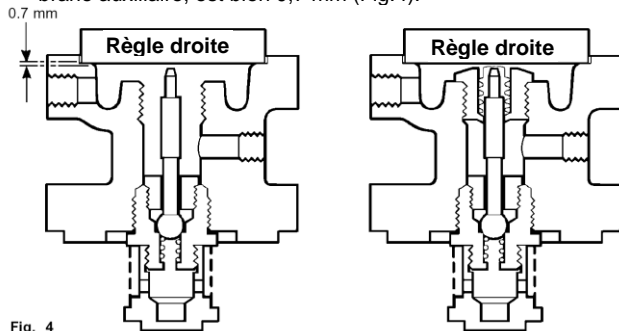

Fig. 4
2. Desserrer le contre-écrou (2) et détendre le ressort (6) en tournant la vis de réglage dans le sens inverse des aiguilles d'une montre.
3. Déposer la rondelle "C" d'en dessous du contre-écrou et déposer le couvercle (4).
4. Déposer le ressort de réglage (6) et le disque de contact supérieur (5).
5. Dévisser les quatre écrous (9) et déposer le carter du ressort (8), le disque de contact inférieur (7) et les membranes du clapet-pilote (10).
7. Dévisser les quatre écrous (11) et déposer le corps porte-pilote (30) et veiller à ce que le ressort (20) reste en position sur le clapet principal.
8. A l'aide d'une clé à douille 27 mm S/P, dévisser le siège du clapet-pilote (14) avec la crépine du clapet-pilote (14a) et déposer le poussoir du clapet-pilote (13).
9. A l'aide d'une clé à douille 24 mm S/P, dévisser le joint à soufflet (12). Si nécessaire, le joint à soufflet peut être remplacé.
10. Monter le nouveau clapet-pilote (14) et serrer jusqu'à 115 Nm.
- Insérer maintenant le poussoir du clapet-pilote (13) par le dessus du corps porte-pilote et vérifier si la lumière, entre le bout du poussoir et la règle droite mise sur le logement de la membrane auxiliaire, est bien 0,7 mm (Fig.4).
- Vérifier, s'il reste effectivement un faible lumière entre la règle droite, mise sur le logement de la membrane auxiliaire, et le dessus du joint à soufflet comprimé (Fig.4).
- Avant de remonter le régulateur, s'assurer que toutes les portées de joints seraient propres et que le ressort du clapet principal (20) soit positionné correctement.
- Mettre le nouveau joint (19) et monter le corps porte-pilote. Serrer les écrous (11) à l'aide d'une clé à moment selon tableau 1.
- Remettre les 2 membranes auxiliaires (10). Vérifier que toutes les surfaces de contacts seraient propres.